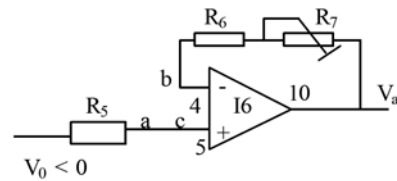

Fig. 2.6
b) Pentru tensiuni de ieșire  $V_a$  negative (fig. 2.6), amplificatorul  $I_6$  este în conexiune neinversoare, cu amplificare unitară. Tensiunea de ieșire este: